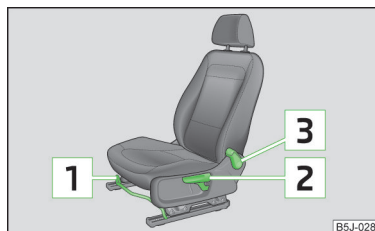

Fig. 38
- Tire de la palanca (en la zona central) **1** » fig. 38 hacia arriba, desplazando al mismo tiempo el asiento hasta la posición deseada.
- Si se quiere subir el asiento, tire de la palanca **2** » fig. 38 hacia arriba o bombéela.
- Descargue el respaldo (no se apoye), tire de la palanca **3** » fig. 38 hacia atrás y ajuste la inclinación deseada del respaldo utilizando la espalda.